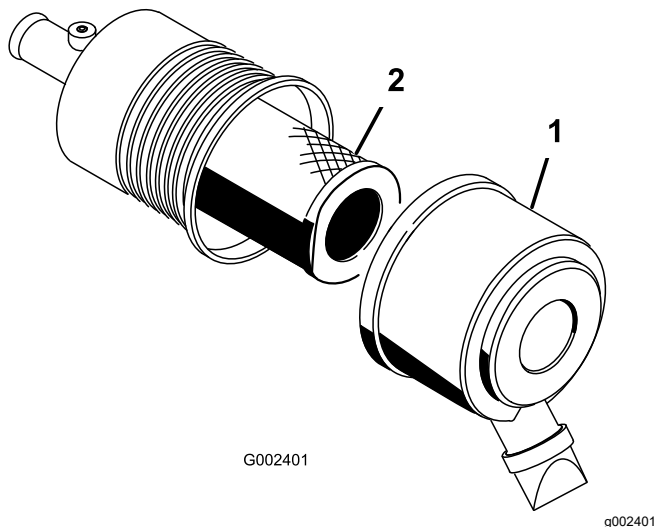

Figure 66
1. Déverrouillez le filtre à air et détachez le couvercle du boîtier du filtre (Figure 66).
3. Sortez l'élément filtrant du boîtier du filtre à air avec précaution (Figure 66).
5. Insérez le filtre sur le tube du boîtier avec précaution (Figure 66).
6. Reposez le couvercle du filtre à air, le côté en haut, et verrouillez-le (Figure 66).